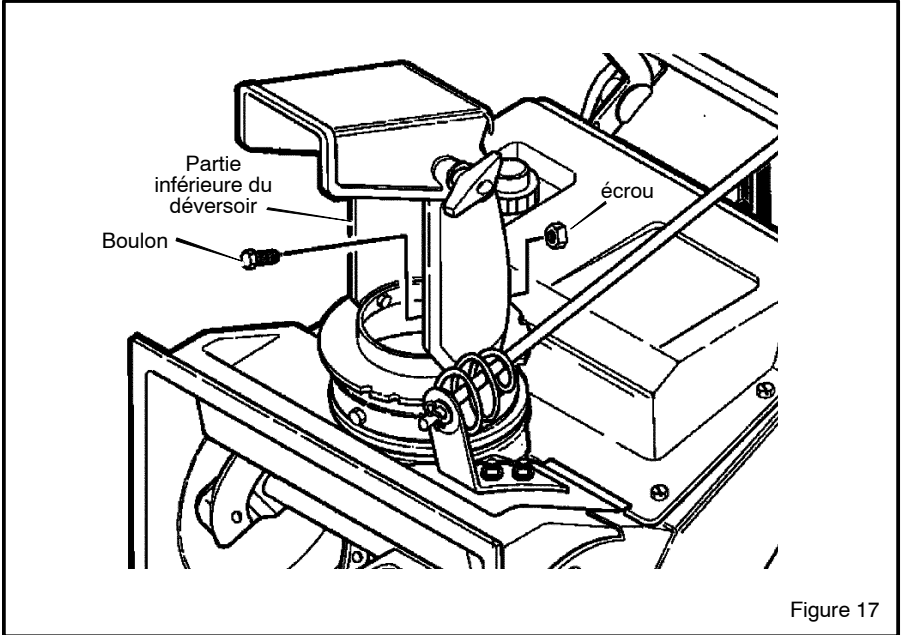

Figure 17
2. Incliner la **partie inférieure du déversoir** en arrière jusqu'à ce que le trou de l'anneau du déversoir soit superposé au trou situé sur la **partie inférieure du déversoir**. (Figure 17).